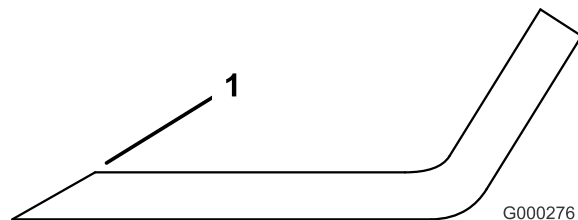

図 67
1. ブレードは、左右の刃先部分を研磨する図 67。刃先の角度を変えないように注意すること。左右を同じだけ削るようにすればバランスが狂わない。